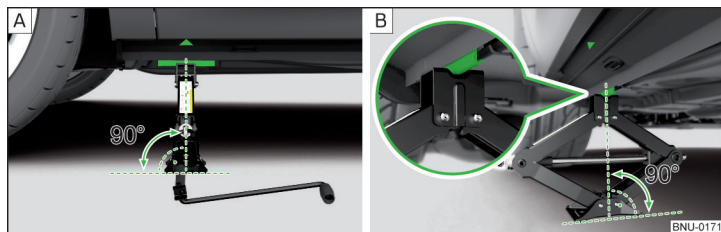

Fig. 315 Colocar el gato
La travesa de toma para el gato se encuentra directamente debajo de la marca sobre el revestimiento del largero de soporte » fig. 315 - [A].
- » Apoye la placa de base del gato con toda la superficie en un suelo recto de la manera que el gato se encuentra en posición vertical respecto a la travesa de toma » fig. 315 - [A].
- » Gire el gato con la manivela hacia arriba hasta que la garra se encuentre en el largero » fig. 315 - [B].